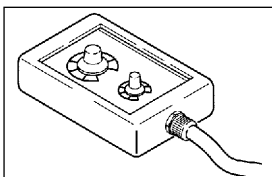

Abb. 8
2.2.4 Fernsteuerung RC07 für MIG/MAG-Schweißen (Abb. 8)